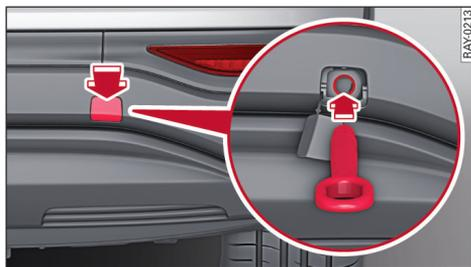

图 137 后保险杠：拧入拖车环
- ▶ 短促有力地向内按封盖 ⇨ 图 137。封盖从保险杠上自行脱开。